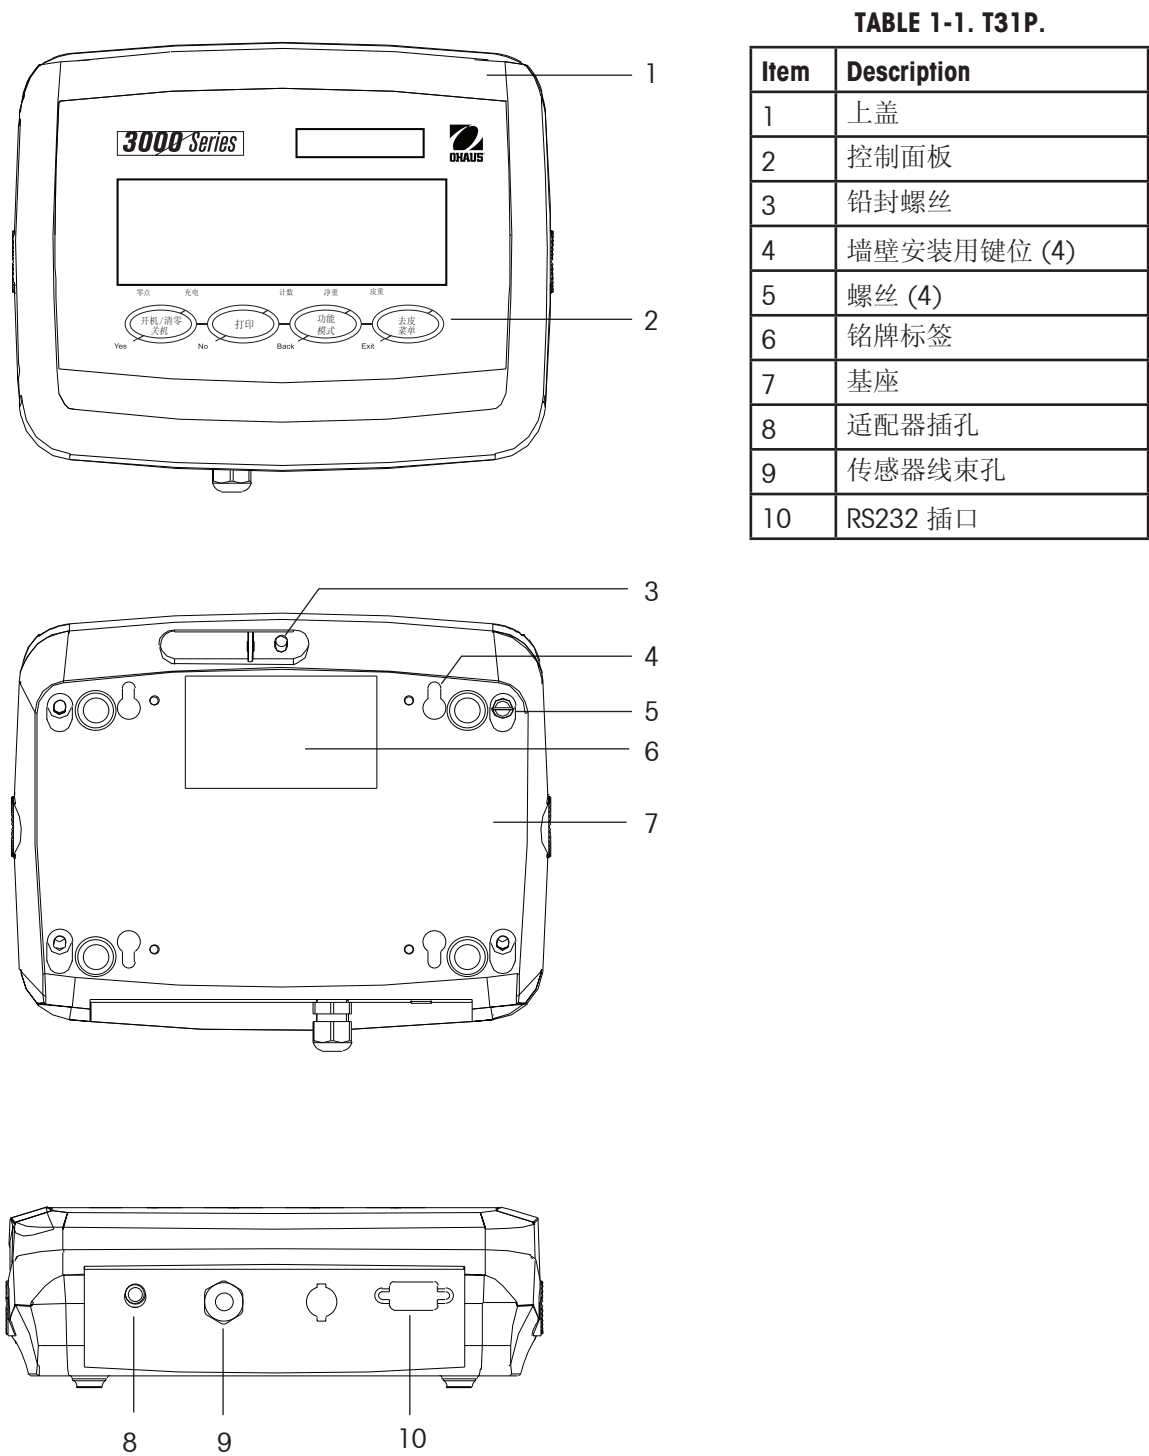
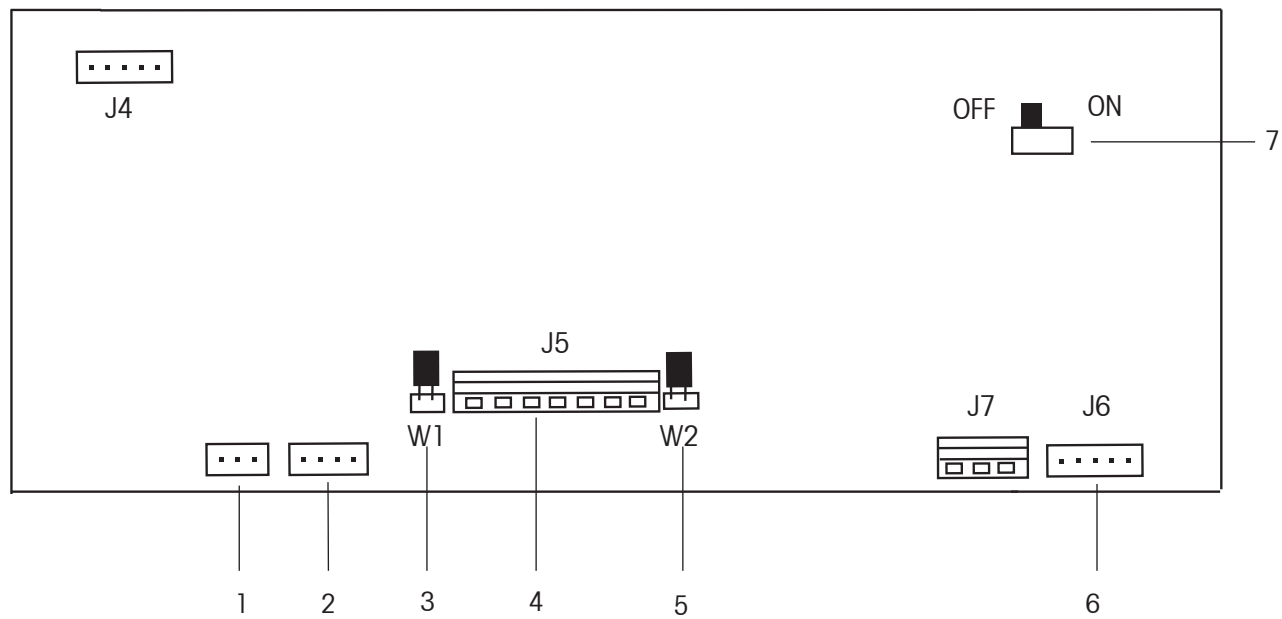

Figure 1-1. T31P 仪表.
Figure 1-3. 主板.
请按图示连接方式将RS232 线束连接到 RS232 插口上 (Figure 1-1, item 11).
将电源适配器连接到适配器插孔中 (Figure 1-1, item 9), 然后将适配器插到外部电源上.
将传感器线束穿入传感器线束孔 (Figure 1-1, item 10), 然后将线束连接到传感器接线端子 J5 (Figure 1-3, item 4). 重新旋紧传感器线束孔尼龙接头.